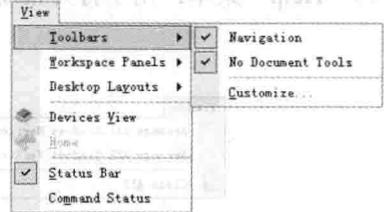

图 1-15 “View” 菜单
3) “View” 菜单: 视图菜单, 主要用于工具栏、状态栏和命令行等的管理, 并控制各种工作窗口面板的打开和关闭, 如图 1-15 所示。
- **Toolbars:** 控制工具栏的显示与隐藏, 包含如图 1-15 所示的子菜单项。